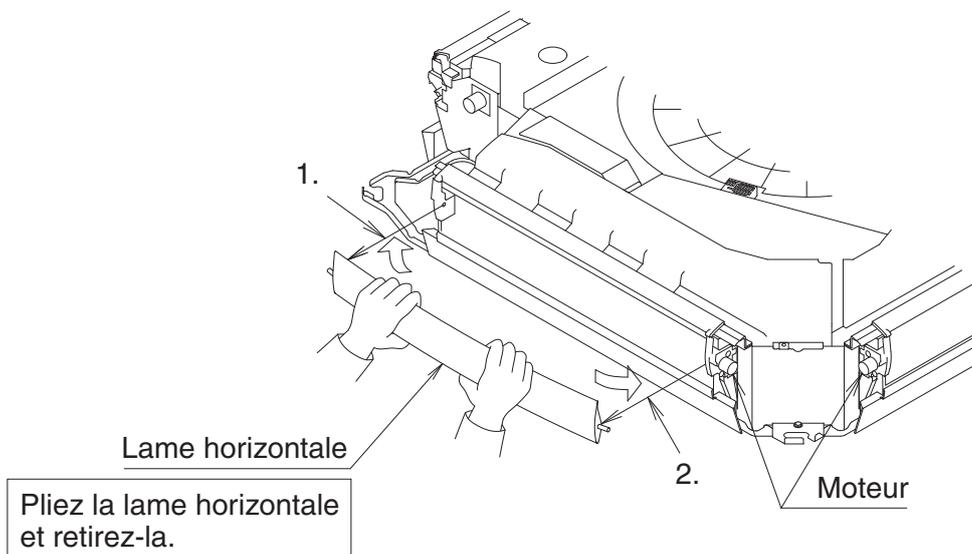
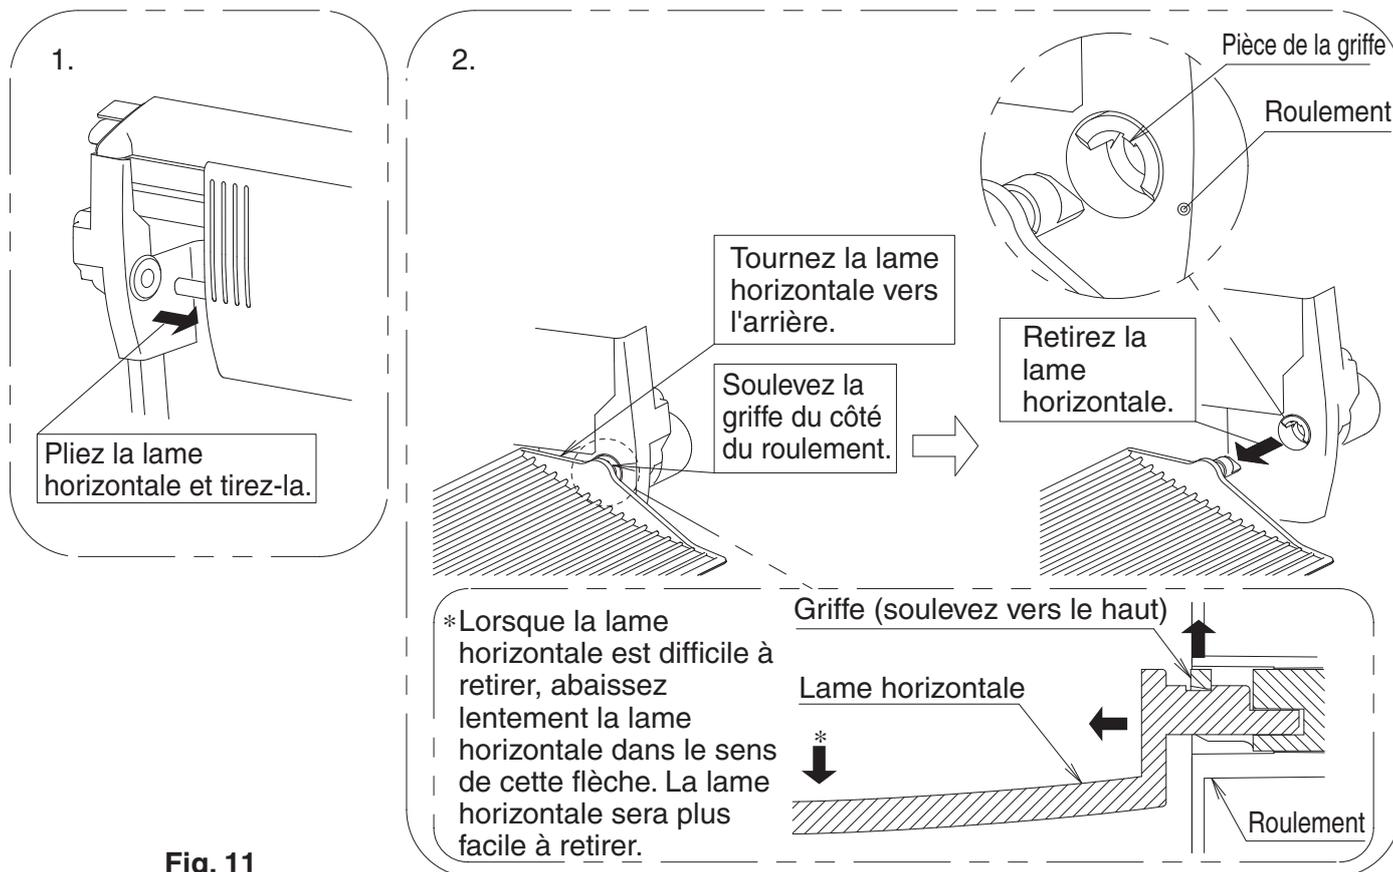

Fig. 10
Fig. 11
(1) Retirez la lame horizontale de la sortie d'air bloquée. (Reportez-vous à la Fig. 10 et Fig. 11)